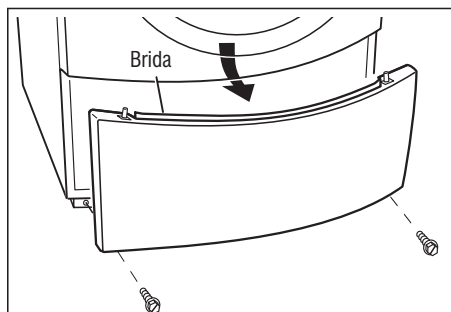

Figura 13 Deslice el panel de pie hacia abajo para soltarlo de las bridas, luego tire de él.
3. Deslice el panel de pie hacia abajo, luego tire de él desde el fondo. Vea la figura 13.